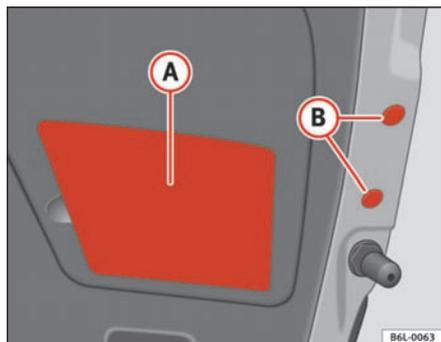

Fig. 163 Luz trasera en el portón
- Coloque los tapones **(B)** y la cubierta de plástico **(A)** ⇒ fig. 163